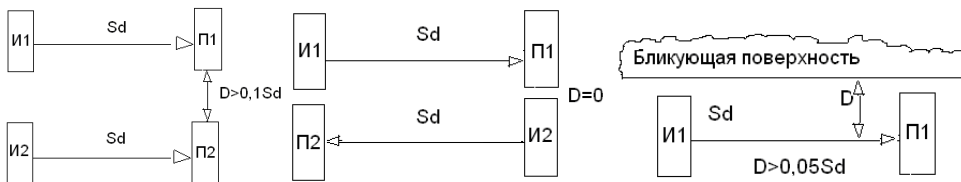

Рисунок 3 - Варианты установки барьеров
5.5 При монтаже барьеров необходимо учитывать ограничения по их расположению, показанные на Рис.3.